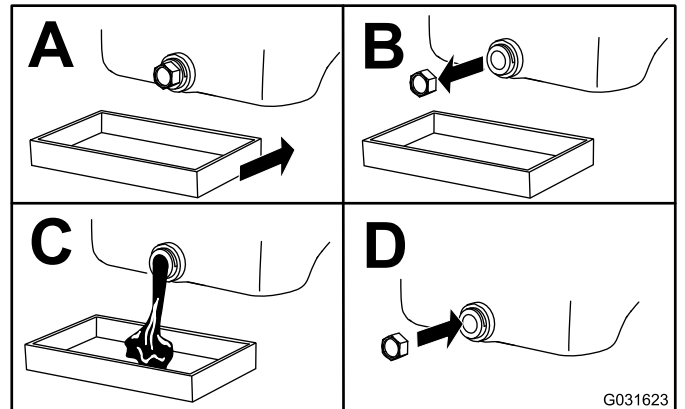

Figure 23
4. Vidangez l'huile moteur comme montré à la Figure 23.